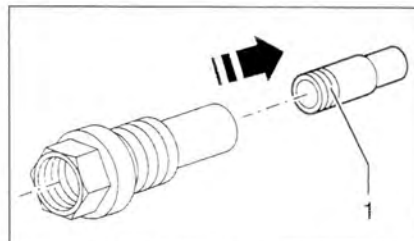

Рис. 2.21. Извлеките упорный болт из корпуса натяжного устройства цепи в направлении, обозначенном стрелкой.
6. Извлеките упорный болт из корпуса натяжного устройства цепи в направлении, обозначенном стрелкой (рис. 2.21).